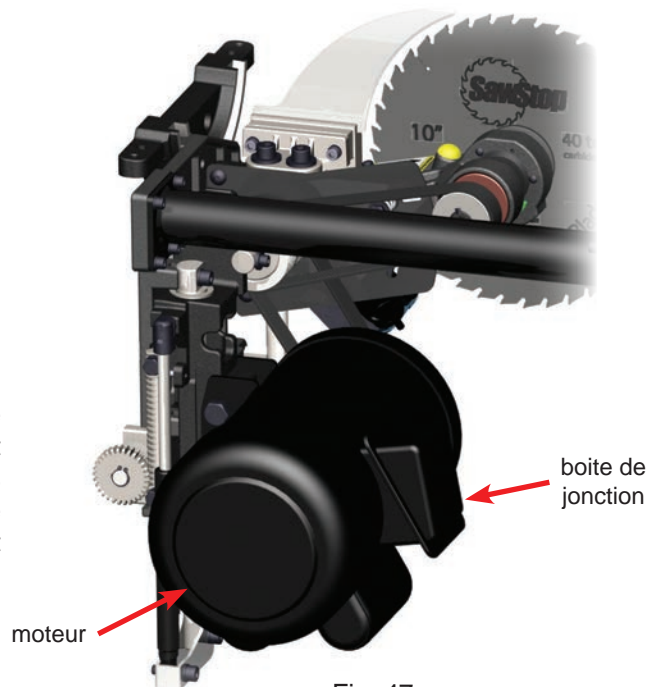

Fig. 47
- Ouvrir le couvercle du moteur, repérer la boîte de connexion sous le moteur (voir l'figure 47 à la page 35), et retirer le couvercle en desserrant la vis.